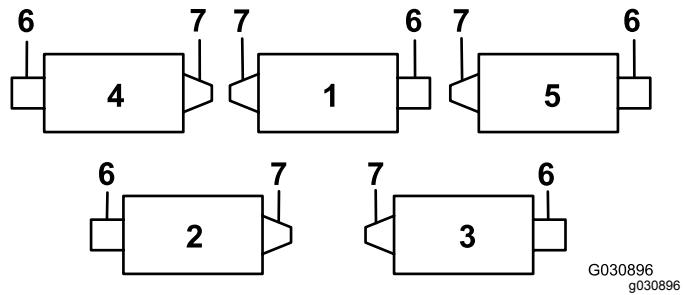

**Figura 6**
**Nota:** Posicione a cabeça do parafuso para o lado exterior do separador como se mostra na Figura 6.
- D. Monte o suporte da barra nos separadores da unidade de corte com os parafusos de carroçaria e as porcas (Figura 6).